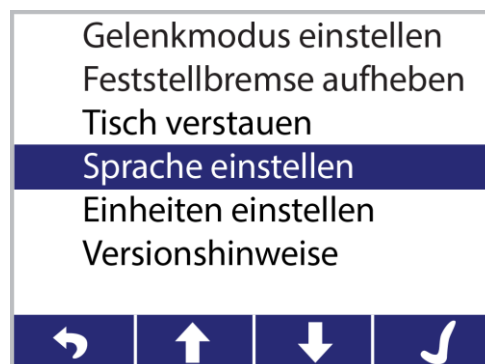

Abbildung 37: Auswählen der Option Sprache einstellen
2. Durch Drücken der **Abwärtspfeil**-Bildschirmtaste Sprache einstellen (Abbildung 37) auswählen. Die zum Häkchen gehörige Bildschirmtaste drücken.